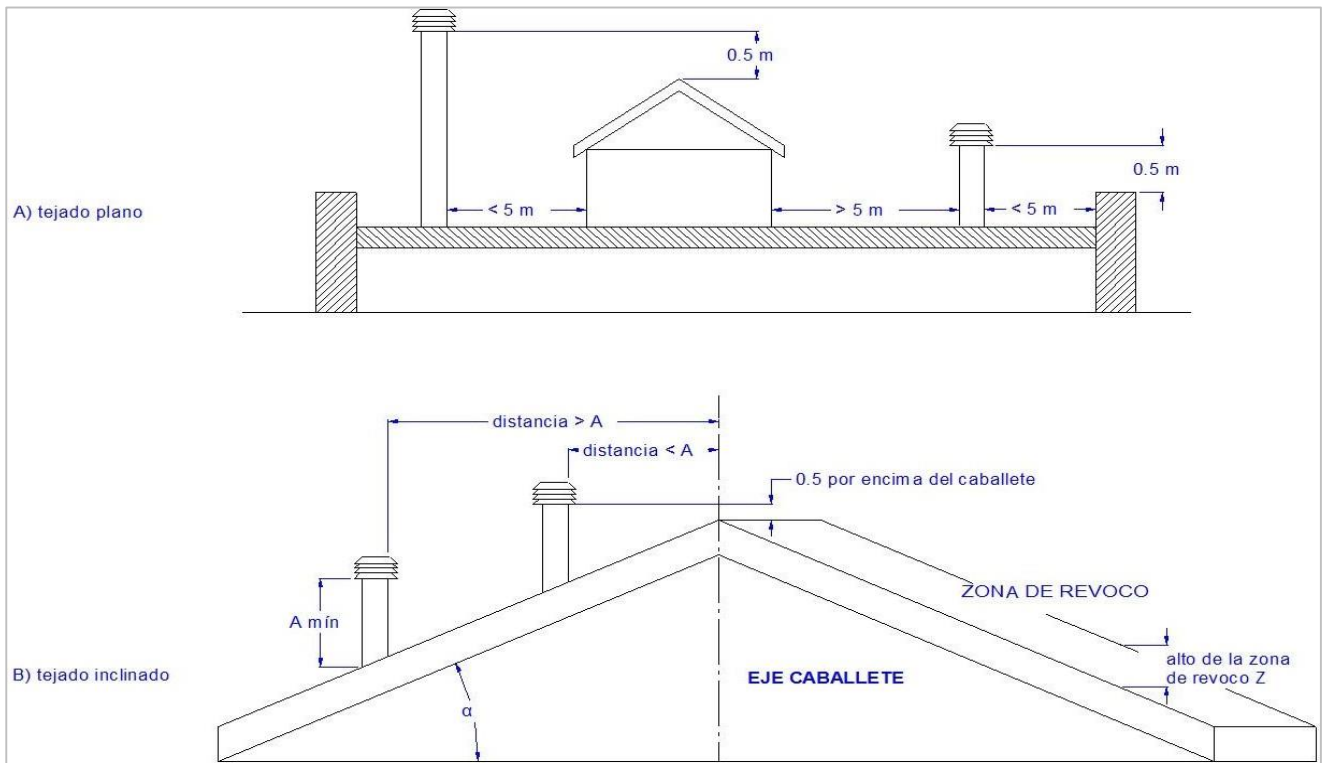

Figura 6
5. Estar situado en una posición que garantice la adecuada dispersión y dilución de los productos de la combustión, siempre fuera de la zona de reflujo en la que fácilmente se puedan formar contrapresiones. El tamaño y forma de dicha zona variará según el ángulo de inclinación de las aletas del sombrerete, por lo que es necesario respetar las alturas mínimas indicadas (**vea figura 6**).